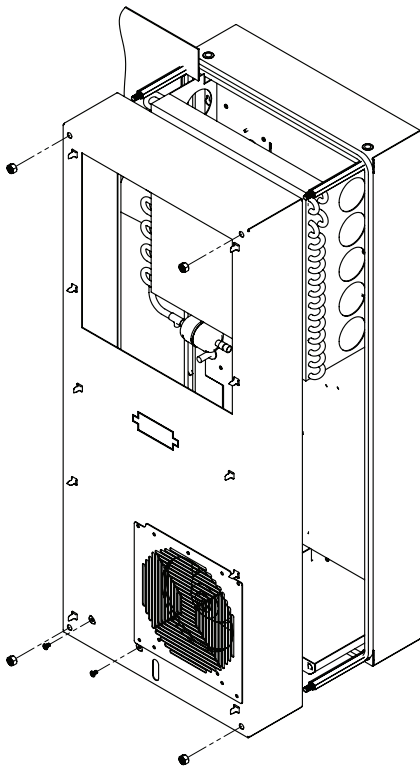

Figura 5
8. Spingere la metà posteriore nell'armadio, nell'apertura di montaggio e fissarla con i quattro distanziali. Vedere Figura 5 a pagina 9.